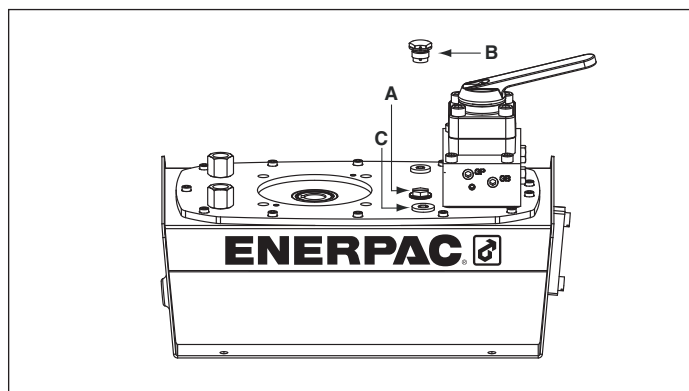
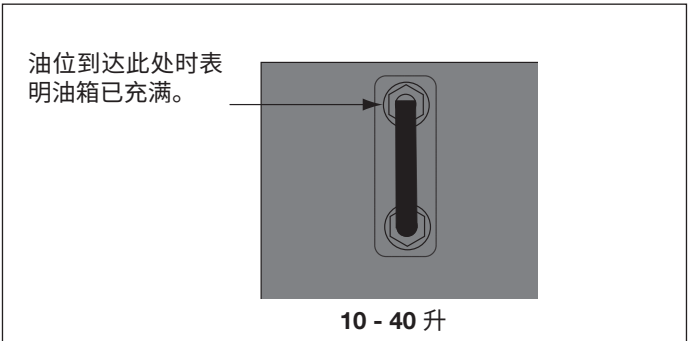

图 2 - ZG 通气装置安装图
图 4
4.1 油箱通气管帽 (见图 2)
启动前检查泵的油位，必要时，从盖板上拔掉 SAE #10 塞，然后给泵加油（见图 2）。当油位到达观察孔顶部时，就表明油箱已充满。（见图 4）